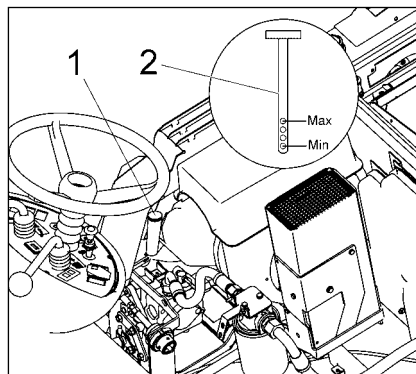

Abb.23
- Verschlußstopfen (Abb.23/1) mit Peilstab herausziehen.
- Ölstand muss sich zwischen Min- und Max-Markierung (Abb.23/2) befinden, ggf. Motoröl auffüllen.